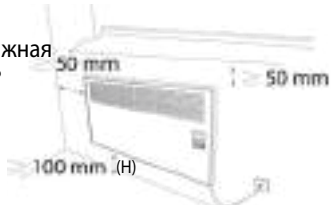

Рисунок 4. Допустимое расстояние
2. Нельзя монтировать Электрический Конвектор непосредственно под электророзеткой, лучше всего расположить недалеко от розетки. После выбора удобного местоположения для конвектора по Рисунок 7', соблюдая отступы, приступите к измерению для сверления. Используйте Рисунок 5' и монтажный кронштейн в качестве шаблона. Для этого положите кронштейн лицевой стороной вниз и сделайте отметку карандашом, соблюдая минимальное расстояние от пола менее чем 100 мм. Для долгого срока службы конвектора соблюдайте боковые, верхние, нижние отступы (Рисунок 4.)